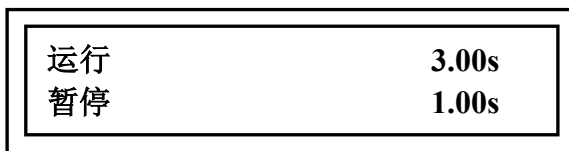
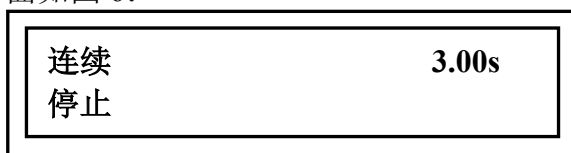

图 5
图 6
(3) 在主界面，长按“**设置**”键 3s 进入到如图 5:
在图 5 界面可以对连续工作模式下的运行和暂停时间分别进行设置，进入界面后，运行的时间为闪烁状态时代表此项时间可以修改，通过“增”“减”键修改完运行时间后，短按“设置”键切换到修改停止时间，此时停止时间为闪烁状态，设置完成后可通过长按或短按“设置”键返回到主界面如图 6：